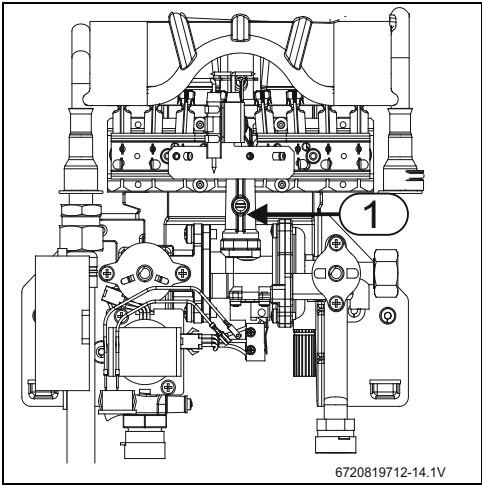

Fig. 15 Boquilla de medición para presión de toberas
- ▶ Aflojar tornillo para juntas (fig. 15, [1]).
- Conectar manómetro a la boquilla de medición para presión de toberas (fig. 15, [1]).